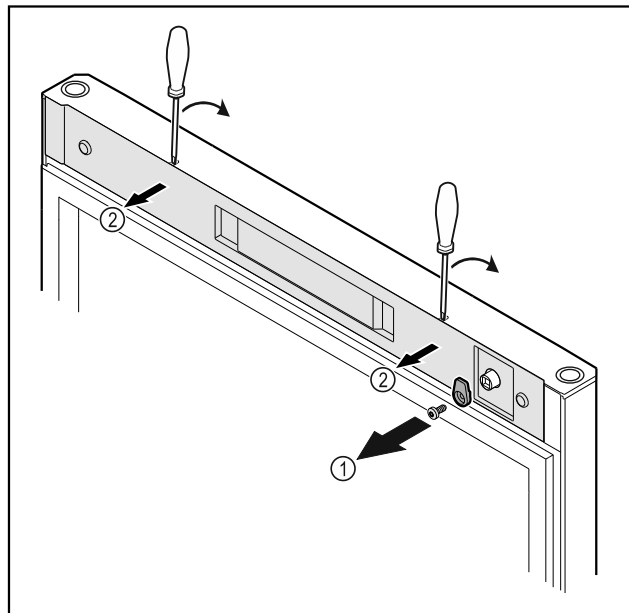

Fig. 10
- ▶ Skru av lukketappen Fig. 10 (1).
- ▶ Vipp dekselet Fig. 10 (2) ut av stilling med en liten skruetrekker, og ta det av.